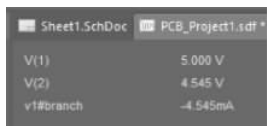

图 3-14 计算电流的结果
③ 单击 Create 按钮。
(5) 如图 3-14 所示,流经电阻的电流为 4.545mA。